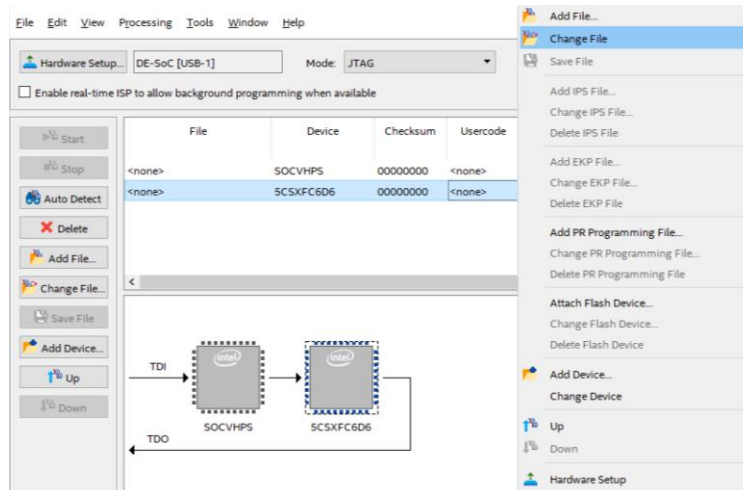
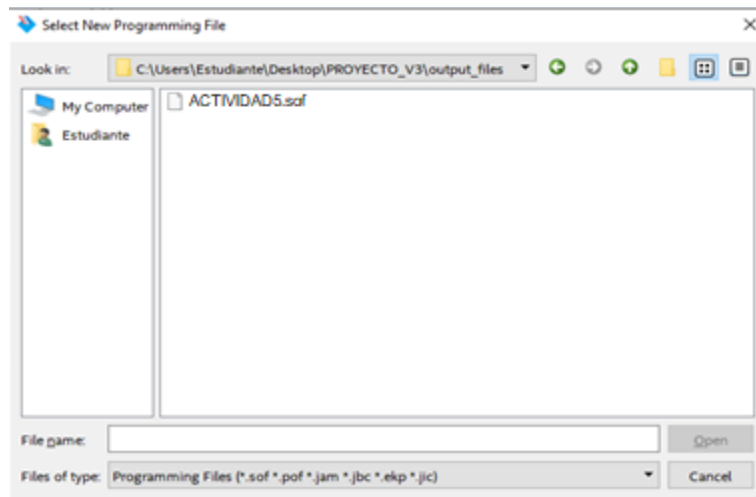

Ilustración 14: Cambio de archivo en la ventana Programmer.
Ilustración 15: Elección del archivo. sof
20. Aparecerán dos archivos: **SOCVHPS** y **5CSXFC6D6**. Haga clic derecho en el segundo y escoja la opción **Change File** tal como se muestra en la ilustración 14, y reemplácelo por el archivo **ACTIVIDAD5.sof** que se encuentra en la carpeta **Output_Files** tal como se muestra en la ilustración 15.